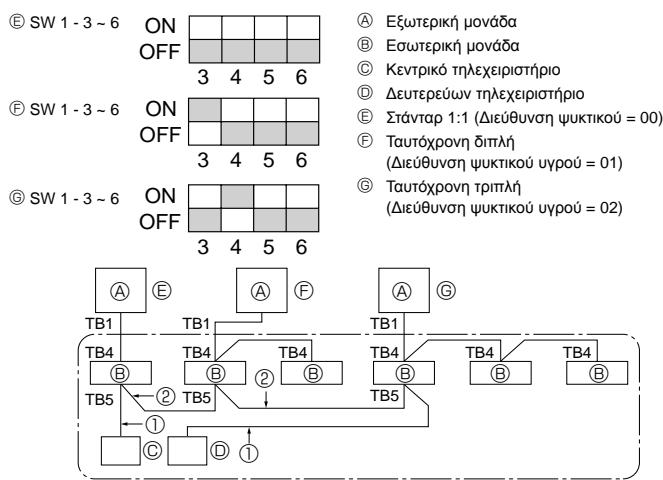

Fig. 10-1
① Τροφοδοτήστε με ρεύμα το κλιματιστικο διακόπτης κυκλώματος.
② Αφοι κλείστε την αναστατωτικη βαλβίδα της γραμμής αερίου, γυρίστε το διακόπτη SWP στον πίνακα ελέγχου της εξωτερικής μονάδας στη θέση ON. Ο συμπιεστής (εξωτερικη μονάδα) και οι ανεμιστήρες (εσωτερικη και εξωτερικη μονάδα) αρχίζουν να λειτουργουν και η εκκένωση του ψυκτικου αρχίζει. Οι λυχνίες LED1 και LED2 στον πίνακα ελέγχου της εξωτερικης μονάδας είναι αναμμένες.
③ Επειδή η μονάδα σταματα αυτόματα να λειτουργει μετά από δύο τρία λεπτά αφού ολοκληρωθει η εκκένωση του ψυκτικου (οι λυχνίες LED1 και LED2 είναι αναμμένες), φροντίστε να κλείστε γρήγορα την αναστατωτικη βαλβίδα της γραμμής αερίου. Όταν οι λυχνίες LED1 και LED2 είναι αναμμένες και η εξωτερικη μονάδα σταματήσει, ανοίξτε εντελώς την αναστατωτικη βαλβίδα της γραμμής αγρού και στη συνέχεια επαναλάβετε το βήμα ② αφού περάσουν τρία λεπτά.
④ Διακόψτε την τροφοδοσια ρεύματος (διακόπτης κυκλώματος).
10. Ελεγχος συστήματος (Fig. 10-1)